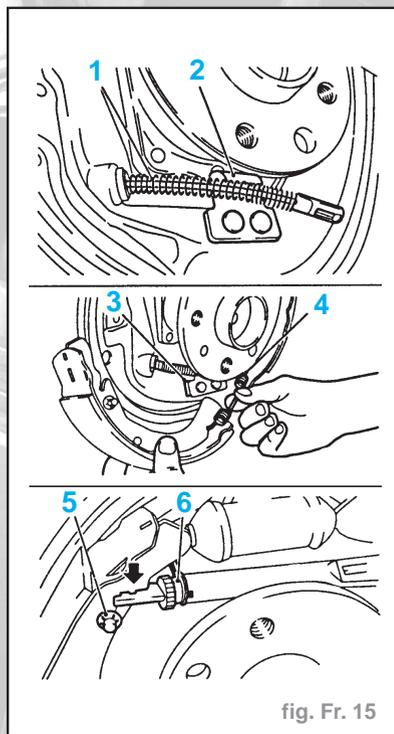

fig. Fr. 15
- Avant d'effectuer le montage des mâchoires de frein, s'assurer que le câble de à main (1) se trouve dans le guide (2) du plateau de frein (fig. Fr. 15).